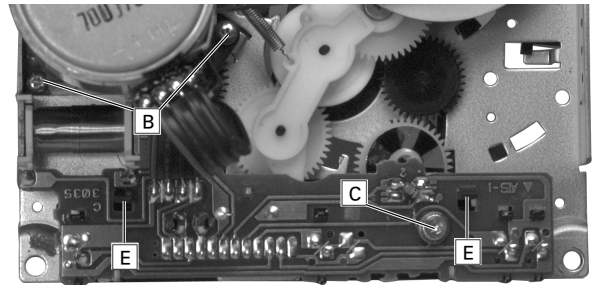

Fig. 28
- 2 Schrauben [B] herausschrauben und Motor abnehmen (Fig. 28).
- Schraube [C] herausschrauben (Fig. 28).
- Rastnasen [E] und [F] austrasten (Fig. 28, 29).
- Undo 2 screws [B] and remove motor (Fig. 28).
- Undo screw [C] (Fig. 28).
- Disengage catches [E] and [F] (Fig. 28, 29).